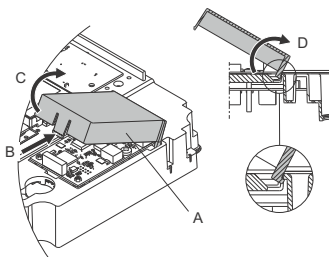

Рис. 59 Снятие крышки модуля СИМ
2. Снимите крышку (рис. 59, А) модуля СИМ, нажав на стопорный выступ (рис. 59, В) и приподняв конец крышки (рис. 59, С). Затем снимите крышку с защёлки (рис. 59, D).